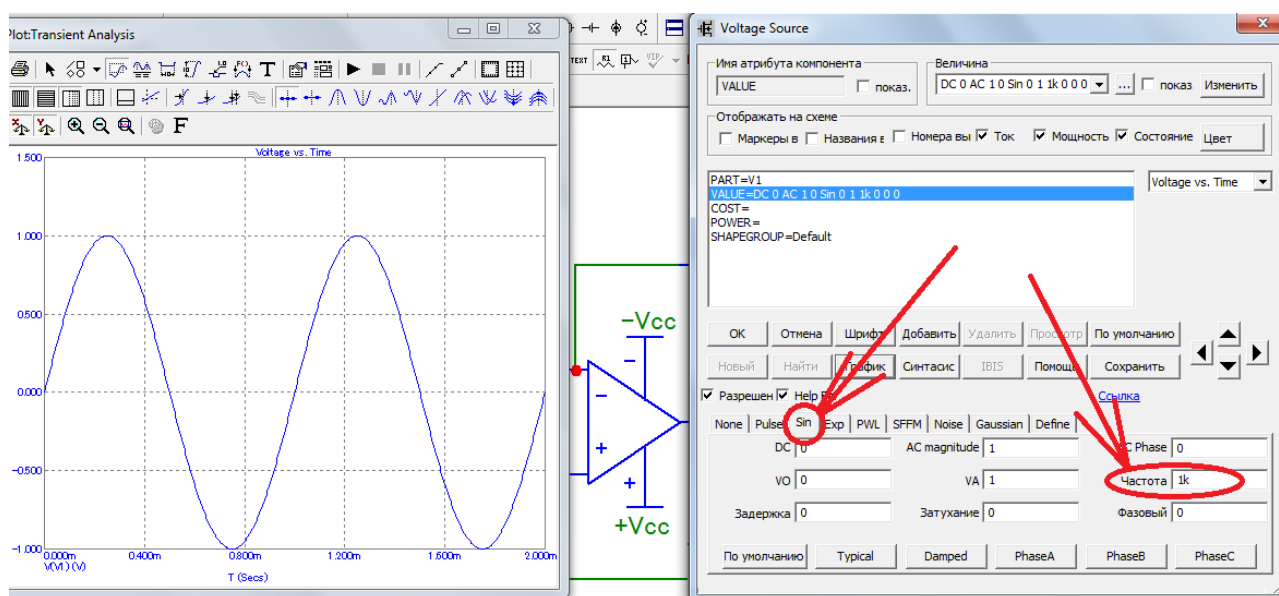

Рис.8. Параметры гармонического входного сигнала
- 1) гармонический входной сигнал с частотой 1 кГц (параметры показаны на рис.8)